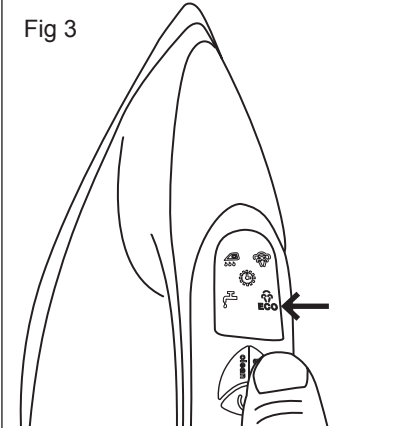

Fig 4
- Pulse el gatillo de vapor varias veces y a los dos segundos saldrá el golpe de vapor durante dos segundos acompañado de la luz intermitente. Fig. 4